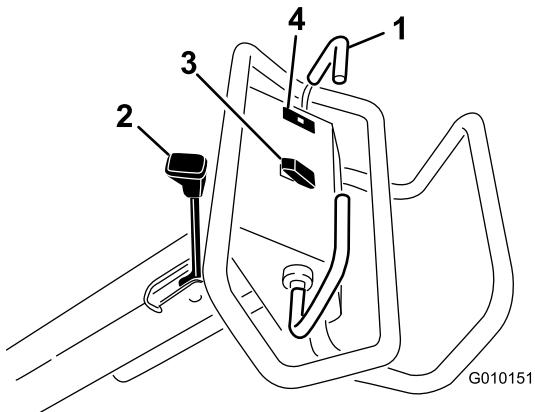

Figura 11
Para desplazarse hacia adelante, mueva la barra de tracción hacia adelante. Para desplazarse hacia atrás, mueva la barra de tracción hacia atrás (Figura 11).
- Para accionar el freno de estacionamiento, mueva la palanca del freno de estacionamiento hacia el manillar del operador (Figura 11).
El indicador de advertencia de la presión del aceite (Figura 11) se enciende si la presión de aceite del motor cae por debajo de un nivel seguro. Si se produce una baja presión del aceite, apague el motor e investigue la causa. Repare la avería antes de arrancar el motor de nuevo.
**Elevar** – pulse la parte superior del interruptor (Figura 11) para elevar y desengranar el cabezal de perforación. El motor debe estar en marcha para generar presión de elevación. Si el cabezal de perforación está más bajo que la altura de transporte, consulte Reinicio del circuito de control del sistema (página 25).
**Bajar/Enganar** – pulse la parte inferior del interruptor (Figura 11) para bajar y engranar el cabezal de perforación. Para poder accionar el interruptor, la barra de tracción debe estar desplazada hacia adelante.